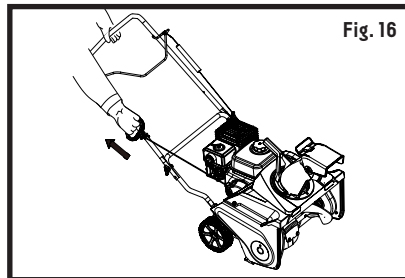

Fig. 16
1. Tirez la poignée du lanceur à rappel d'environ 4 à 6 po (10 à 15 cm) jusqu'à ce que vous sentiez une résistance, puis mettez en marche le moteur en tirant brusquement (voir fig. 16).
2. Une fois le moteur en marche, placez le câble de démarreur dans le guide-câble (voir fig. 16).